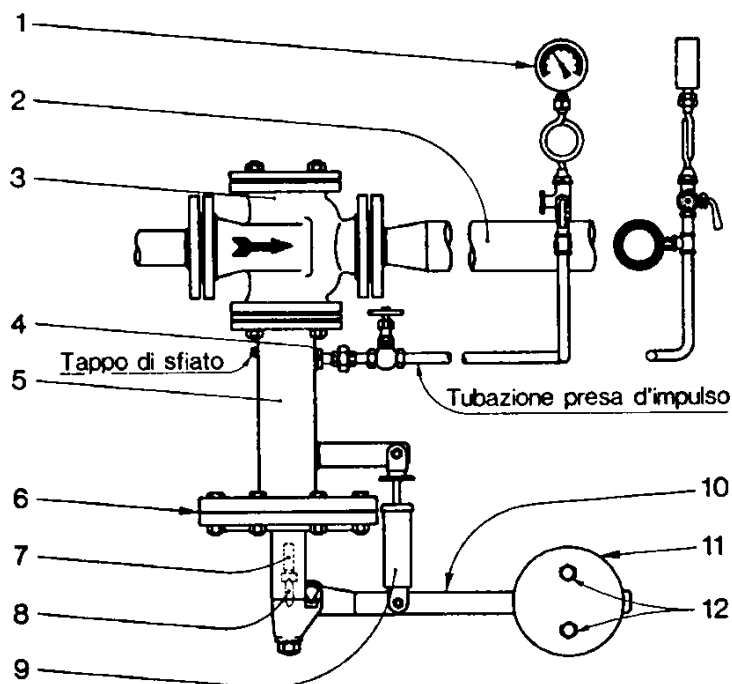
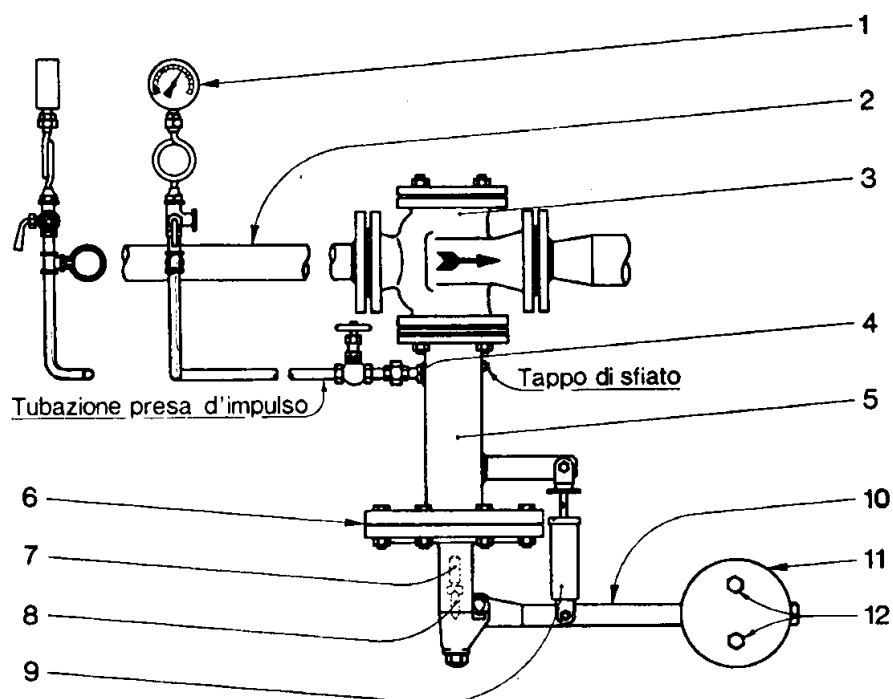

Fig.4
Fig.5
Mediante un tubo $\varnothing 1/2"$ collegare la presa d'impulso pos.4 fig. 1-2 alla tubazione di valle pos.2 fig. 4 nel caso di un riduttore di pressione; alla tubazione di monte pos.2 fig. 5 nel caso di uno sfioratore di pressione. La distanza, in tratto rettilineo, di questo collegamento deve essere 10 diametri del regolatore stesso. Il collegamento del tubo presa d'impulso alla tubazione di valle o di monte deve sempre essere eseguito lateralmente o nella parte superiore della tubazione stessa (vedere fig. 4-5).